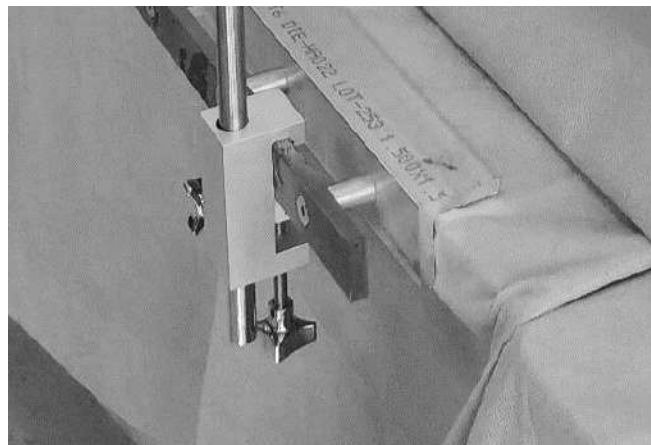

Figure 18. Clamp de table fixé sur le rail de la table du laboratoire de cathétérisme (illustré avec la réglette insérée).
8. Glisser le clamp de table (non stérile) à l'emplacement voulu sur le rail de la table du laboratoire de cathétérisme, comme illustré dans la **Figure 18**. Visser la molette du clamp. Le clamp de table n'est pas stérile. Remarque : la molette de serrage du clamp doit être orientée vers le bas.
9. Sortir du champ stérile l'extrémité de la longue réglette à l'opposé de la barre transversale et la passer à l'instrumentaliste pour l'insérer dans le clamp de table, de manière à ce qu'elle soit à peu près au niveau du bas du clamp, comme illustré à la **Figure 18**.